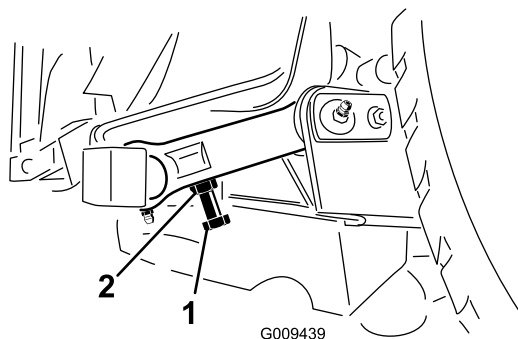

Figura 26
3. Per mettere a punto la distanza dovete accedere al bullone di regolazione, sull'attacco orientabile posteriore del piatto di taglio (Figura 26).